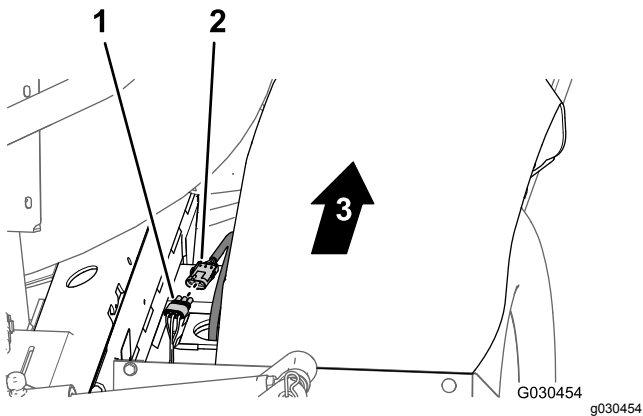

Figura 36
- Na traseira da máquina (entre o tubo da estrutura direito e o guarda-lamas direito), desligue o conector de três pinos da cablagem do sensor de velocidade no motor de tração hidráulica direito do conector de três tomadas da cablagem traseira principal (Figura 36).